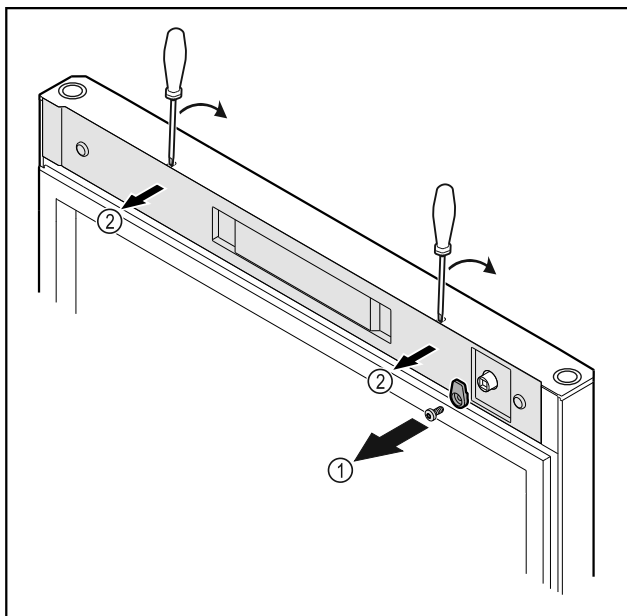

Fig. 18
- ▶ Odkręcić haczyk zamykający Fig. 18 (1).
- ▶ Ostonkę Fig. 18 (2) podważyć małym śrubokrętem i zdjąć.